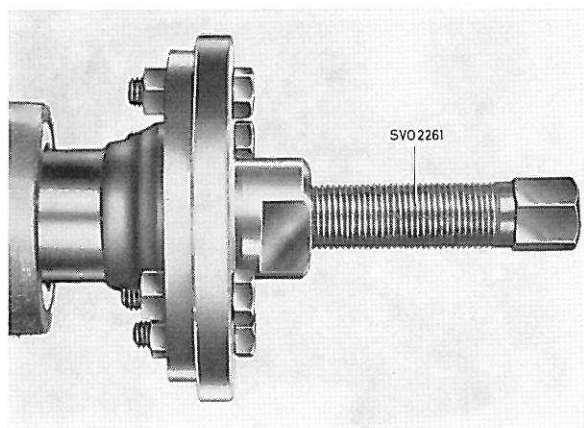

Figure 4. Démontage du flasque d'entraînement
déposer le flasque en se servant de l'extracteur 2261, voir figure 4.
3. Enlever l'écrou du flasque d'entraînement en se servant de l'outil d'appui 2837. Déposer le flasque en se servant de l'extracteur 2261, voir figure 4.
- le flasque d'entraînement en se servant de l'extracteur 2261, voir figure 4. Enlever les vis et déposer le couvercle arrière. Extraire le pignon d'indicateur de vitesse de l'arbre secondaire.